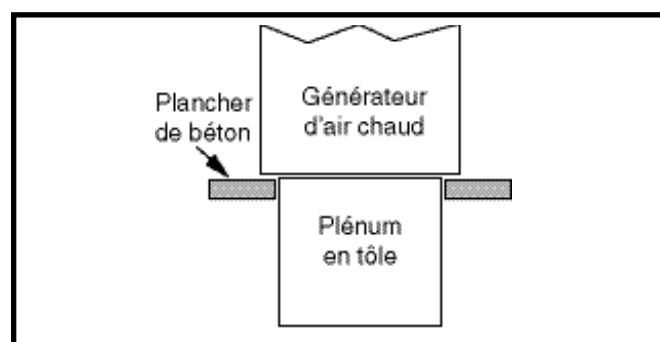

Figure 14. Générateur d'air chaud sur une dalle de béton
2. Disposer le plénum et le générateur d'air chaud comme indiqué à la Figure 14.